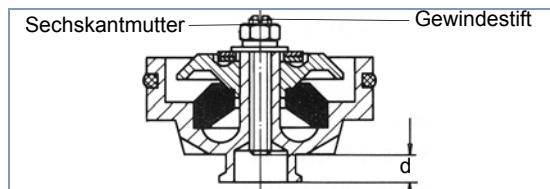

Abb. 4 Maß d (Gerät mit einer Gummifeder)
- Im Abstufungskolben durch entsprechendes Drehen des Gewindestiftes das Maß  $d = C + 0,8$  mm einstellen (siehe Abb. 4).
- Gewindestift durch Festdrehen der Sechskantmutter kontern (siehe Abb. 4).